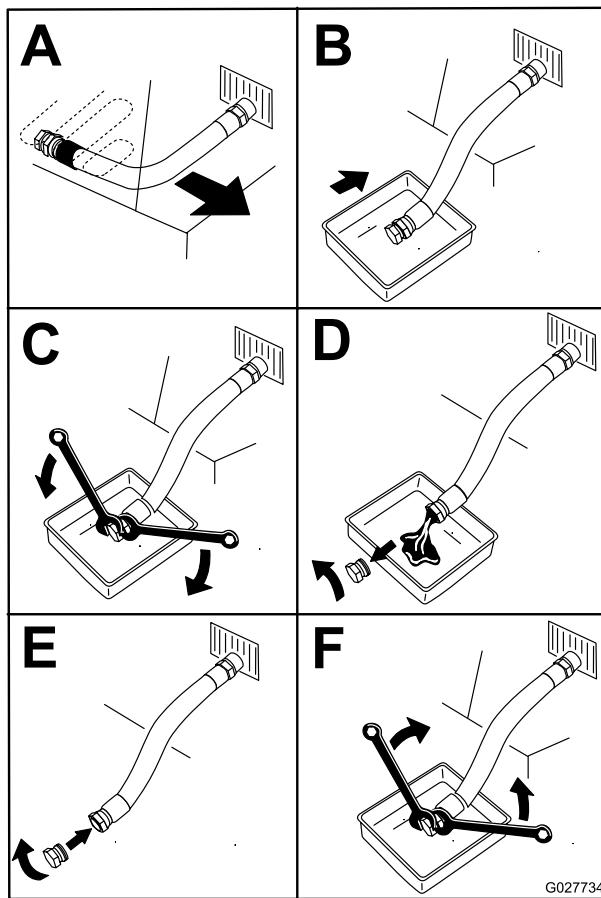

Figura 44
5. Purge o óleo do motor (Figura 44).